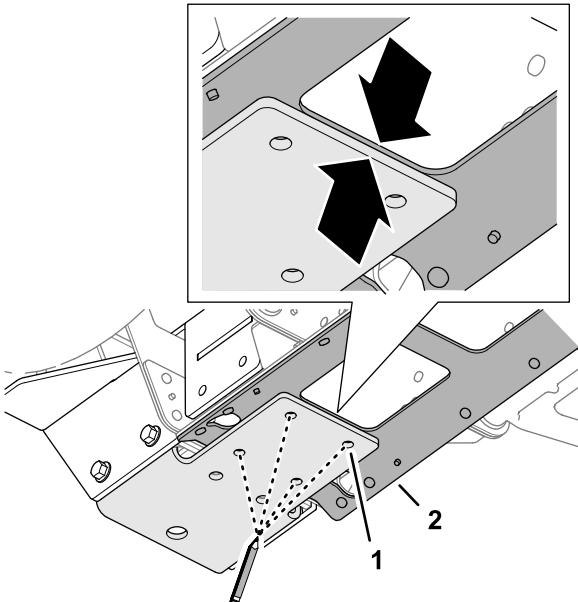

图 50
- 图 50。
4. 如图 50 所示将底部支架 4 个孔的位置标记到中心槽板上。